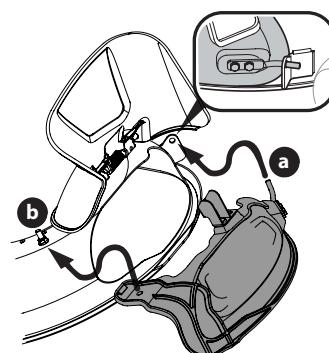

Figura 4
2. Para instalar o desinstalar el tapón para abono, haga pivotar el canal de descarga hacia arriba. Consulte la Figura 4: